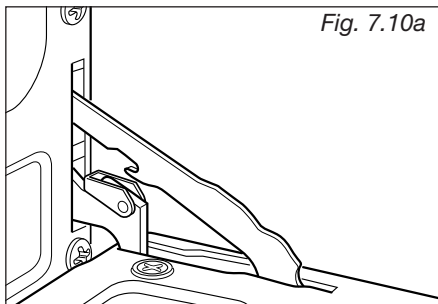

Fig. 7.10a
- Ouvrir complètement la porte du four (fig. 7.10A).